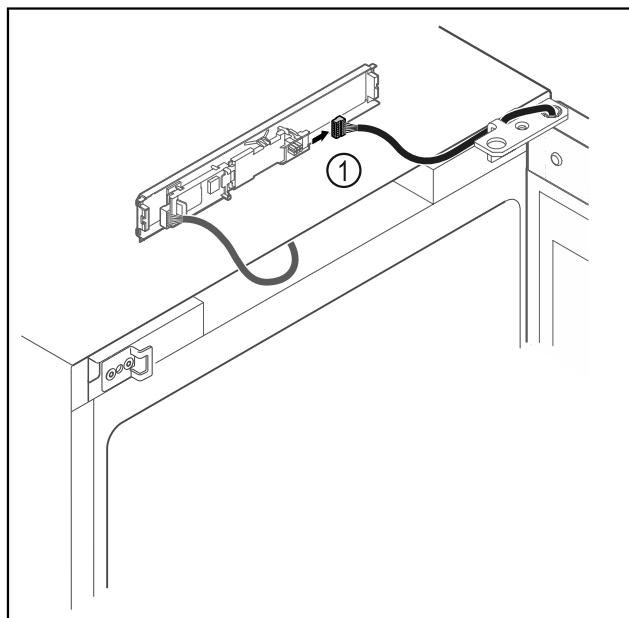

Fig. 19
- Αποσυνδέστε το φίς Fig. 19 (1) από την πλακέτα.